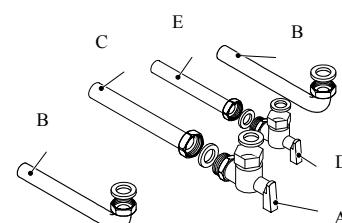

Fig. 5.3
- Fix the gas cock A (¾") to the boiler using the ¾" gasket (Fig. 5.3)
- Присоедините газовый кран А (¾") к котлу, используя прокладку на ¾" (рис. 5.3).